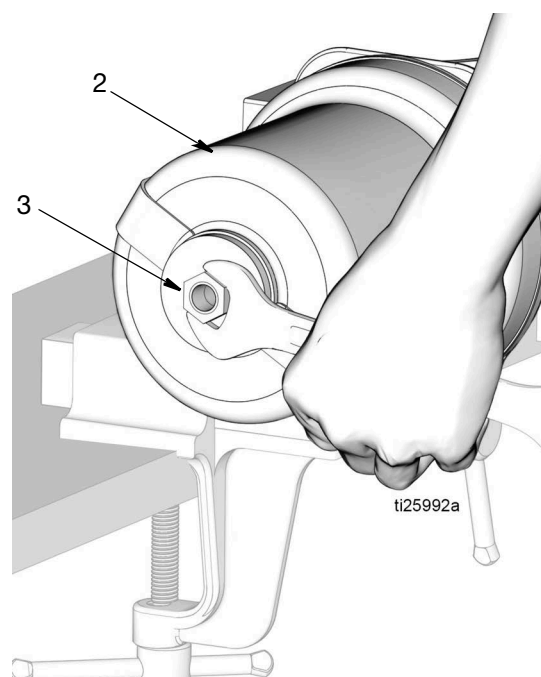

FIG. 16
12. Retirer le contre-écrou (3) du piston du haut du vérin pneumatique (2) (FIG. 16).